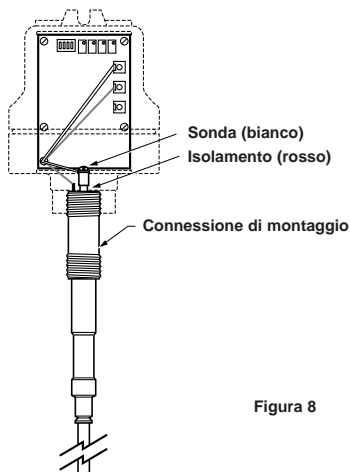

Figura 8
2. Avvitare bene, assicurandosi che la chiave inglese sia appoggiata SOLO al dado premistoppa. Vedere **Figura 8**.